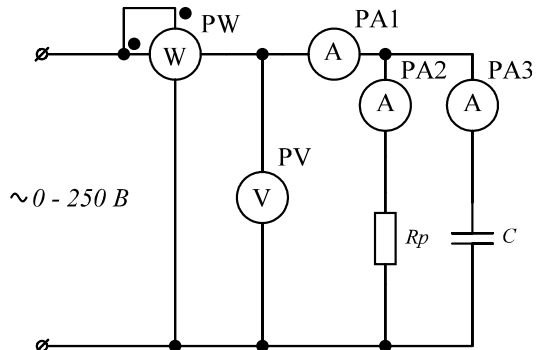

Рис.3.5. Электрическая схема параллельного соединения резистора и конденсатора
3. Собрать электрическую цепь, схема которой приведена на рис.3.5. Прodelать п.2.3.2 при параллельном включении резистора и конденсатора.